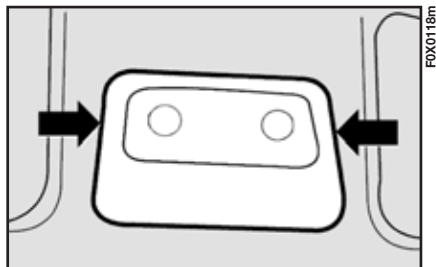

fig. 138
- agendo con un cacciavite nei punti indicati dalle frecce fig. 138 rimuovere il gruppo plafoniera completo;